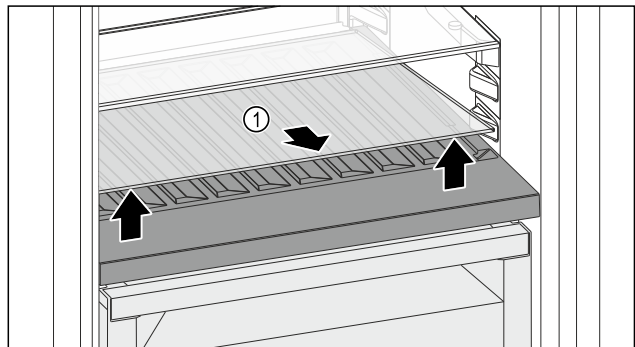

Fig. 209
- ▶ Приподнимите стеклянную пластину Fig. 209 (1) за выемку спереди и извлеките.
- ▶ Уложите стеклянную пластину Fig. 209 (1) на хранение вне устройства.
- ▶ Установите стеклянную пластину (2) под сменной полкой для хранения бутылок.